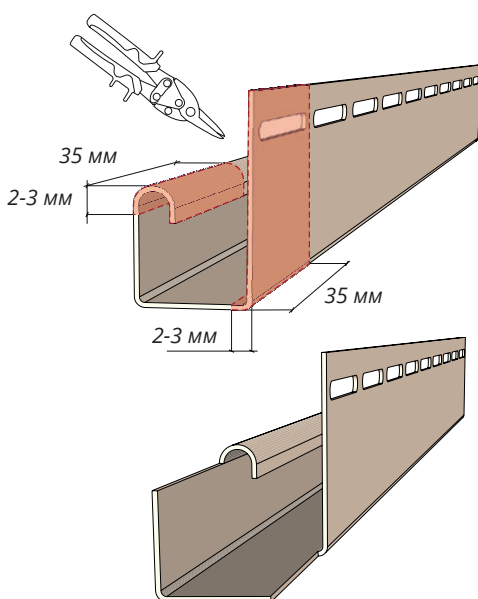
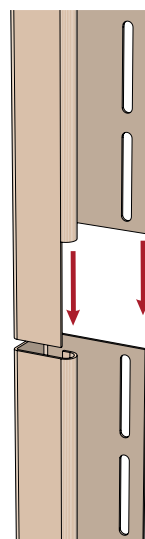
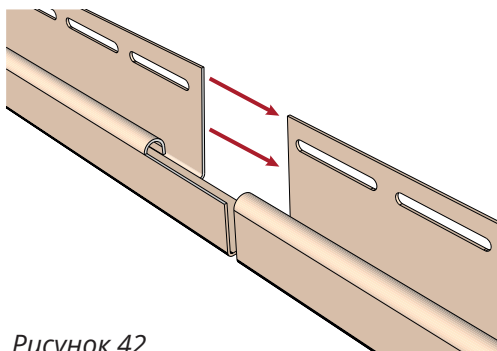

Рисунок 39
Рисунок 40
Рисунок 42
13.4 В случае если высота угла здания превышает длину J-профилей, образующих внутренний угол, их необходимо подрезать согласно рис. 39. Смонтировать согласно общим правилам монтажа (рис. 40, 41).
- 14.1** В случае необходимости соединения J-профилей 7/8 между собой горизонтально сделайте подрез одного из соединяемых J-профилей согласно рис. 39, далее смонтируйте J-профили 7/8, оставив зазор на тепловое расширение 15 мм (рис. 42, 43), соблюдая общие правила монтажа.